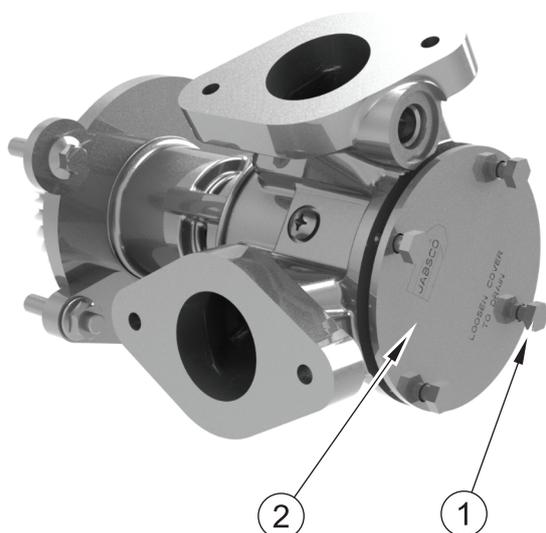

Figura 8
3. Rimuovere la piastra terminale della pompa ausiliaria (figura 8 voce 2) svitando i 4 bulloni di fissaggio (figura 8 voce 1) e scaricare l'acqua in un contenitore adatto.